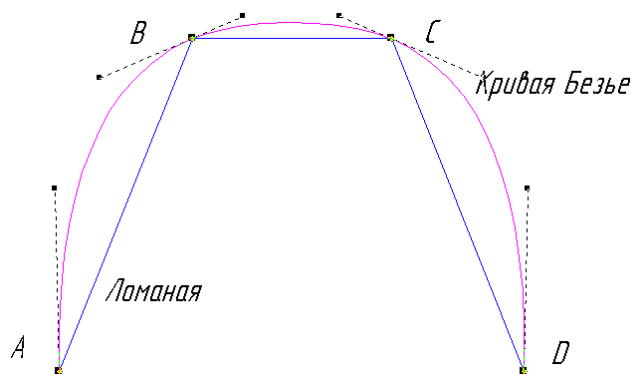

Рис. 9.6. редактирование кривой Безье.
- 1) войдите в режим редактирования кривой. Обратите внимание, что у каждой вершины кривой Безье появились касательные векторы, на концах которых есть управляющие точки или маркеры (рис. 9.6).